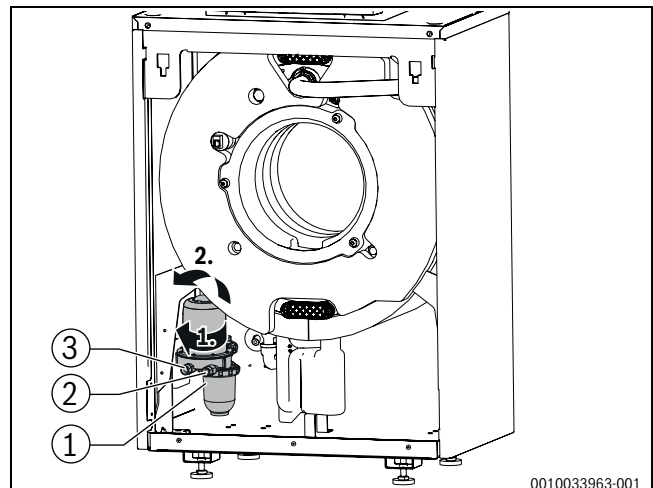

Bild 10 Ölfilter demontieren
- Ölfilter (→Bild 10, [1]) leicht nach vorne drehen; analog Schritt 1.